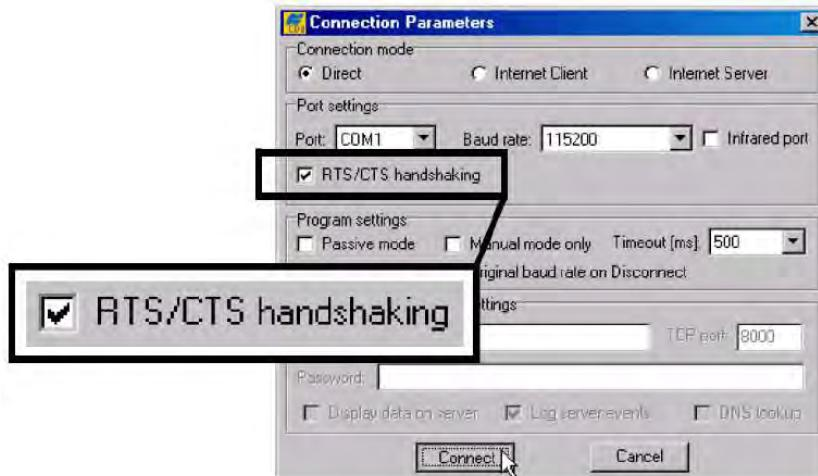

Рисунок 5-9. Диалоговое окно Connection Parameters – флажок RTS/CTS handshaking
- Запустите программу PC-CDU. В диалоговом окне **Connection Parameters** (Параметры интерфейсов) выставьте флажок *RTS/CTS handshaking* (квитирование сигналами RTS/CTS) (см. рис. 5-9).